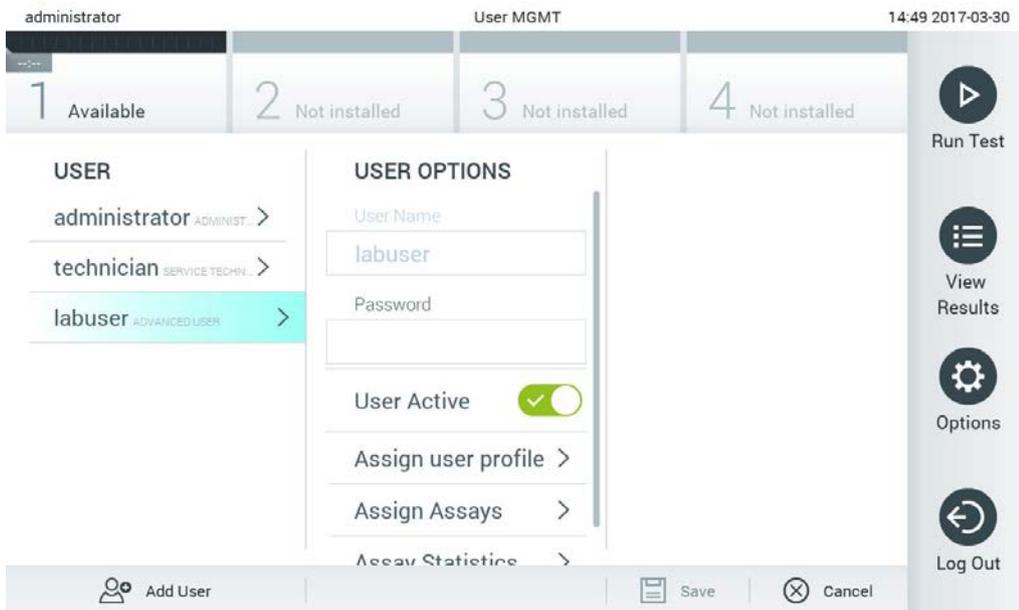

Figure 59. Sélection et gestion des utilisateurs.
2. Sélectionnez l'utilisateur à gérer dans la liste de la colonne de gauche de la zone de contenu (figure 59).